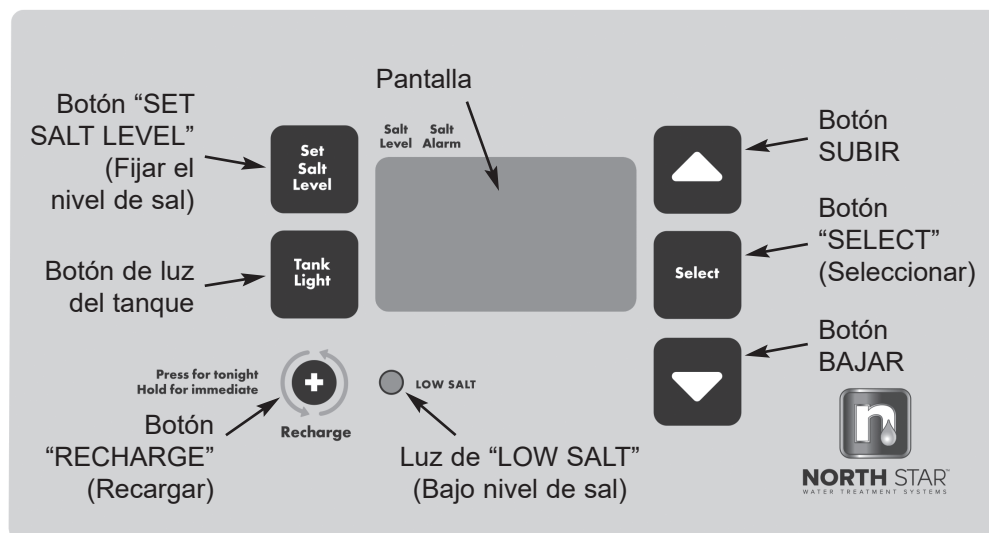

FIG. 16
5. Inicie un ciclo de regeneración; para ello mantenga oprimido por 3 segundos el botón REGENERATION (regeneración) (vea la Fig. 16 en la página 13). Comenzará a funcionar el motor de la válvula y esta avanzará a la posición “Fill” (llenado).